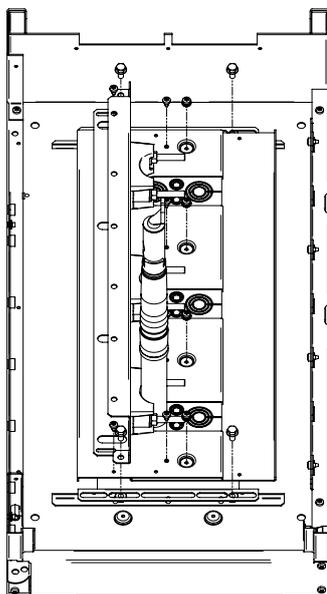

Figura 95. Installazione delle lamiere del pavimento, dei listelli guidacavi, dei serracavi e dei passacavi
- c) Inserire le lamiere del pavimento, i passacavi, i serracavi e i listelli guidacavi assieme agli 8 dadi sul pavimento dell'unità come mostra la figura 95.